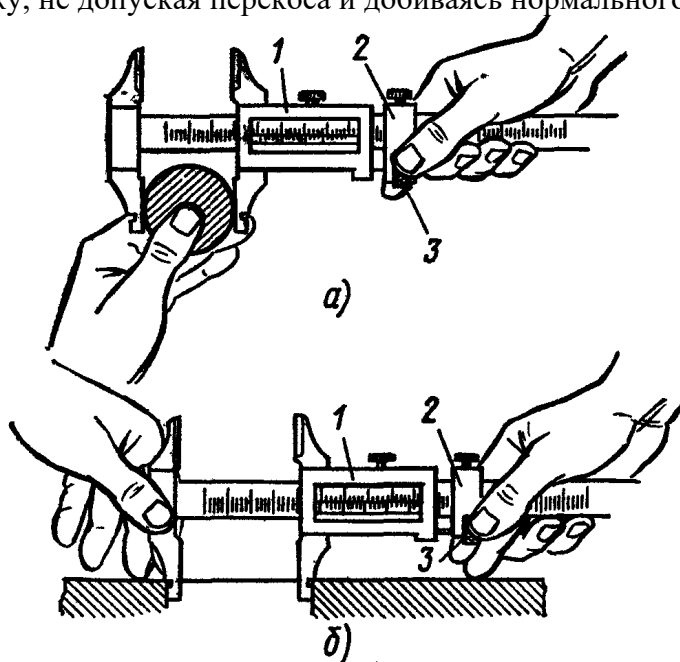

Рис. 8. Приемы измерений штангенциркулем ШЦ-II
1. установить приблизительно контролируемый размер (при наружном измерении рис.8, *а* несколько больше, а при внутреннем рис. 8, *б* несколько меньше контролируемого размера). Закрепить рамку микрометрической подачи 2;